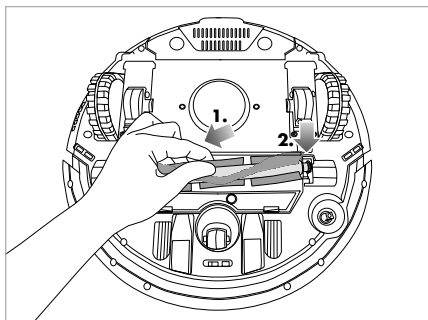

Abb. 18
- 3) Um die Bürstenrolle **31** wieder einzusetzen, schieben Sie diese zuerst links auf die Halterung und lassen Sie sie dann in der Halterung rechts einrasten (siehe Abb. 18).